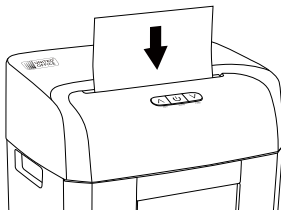

Abb. 3
- ◆ Führen Sie das Papier im Hochformat von oben mittig in die Schneidöffnung **4** ein (siehe Abb. 3). Das Gerät startet automatisch und schaltet sich auch automatisch wieder ab, wenn kein weiteres Papier zugeführt wird.